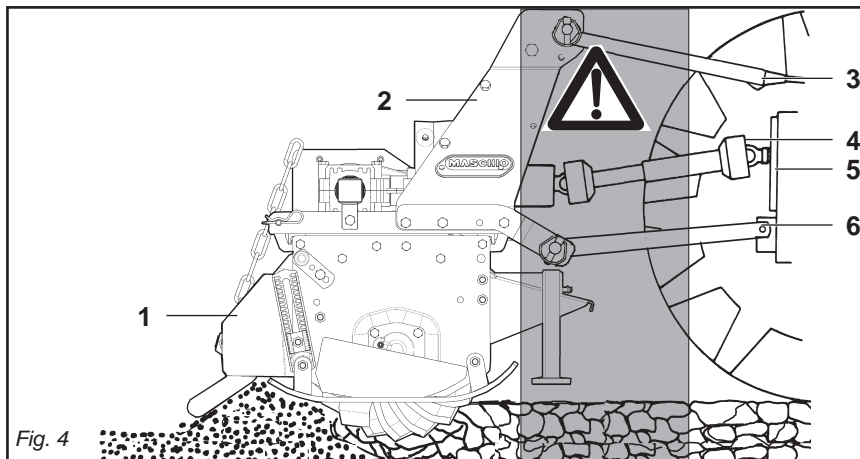

Fig. 4
- 25) *It is absolutely forbidden to stand between the tractor and the machine (Fig. 4) when the engine is running and the cardan shaft is engaged without having first engaged the hand brake.*
- 25) Il est absolument interdit de se mettre entre le tracteur et l'appareil (Fig. 4) quand le moteur est en marche et le cardan enclenché, sans avoir tiré le frein de stationnement.
- 25) Es ist absolut verboten, bei laufendem Motor und eingeschalteter Gelenkwelle zwischen den Schlepper und das Gerät zu treten (Abb.4). Dazu muß die Feststellbremse gezogen werden. Achten Sie bei der Arbeit mit der Maschine auf den nötigen Sicherheitsabstand aufgrund der Auswurfgefahr stumpfer Gegenstände.
- 25) Está terminantemente prohibido colocarse entre el tractor y el equipo (Fig.4) con motor encendido y cardán inserido, o sin haber accionado el freno de estacionamiento. Manténgase a una distancia de seguridad de la máquina durante el trabajo, porque puede proyectar objetos.
- 29) È assolutamente vietato interporre fra il trattore e l'attacco della macchina per manovrare il comando dall'esterno per il sollevamento (Fig. 4).
- 29) *It is absolutely forbidden to stand between the tractor and the implement when manoeuvring the lift control from the outside (Fig. 4).*
- 29) Il est absolument interdit de se mettre entre le tracteur et l'attelage pour manoeuvrer la commande de relevage de l'extérieur (Fig. 4).
- 29) Es ist absolut verboten, zwischen den Schlepper und den Anschluß zu treten, um die Aushebung von außen zu betätigen (Abb. 4).
- 29) Está absolutamente prohibido colocarse entre el tractor y el enganche para maniobrar el mando desde el externo en la fase de elevación (Fig. 4).